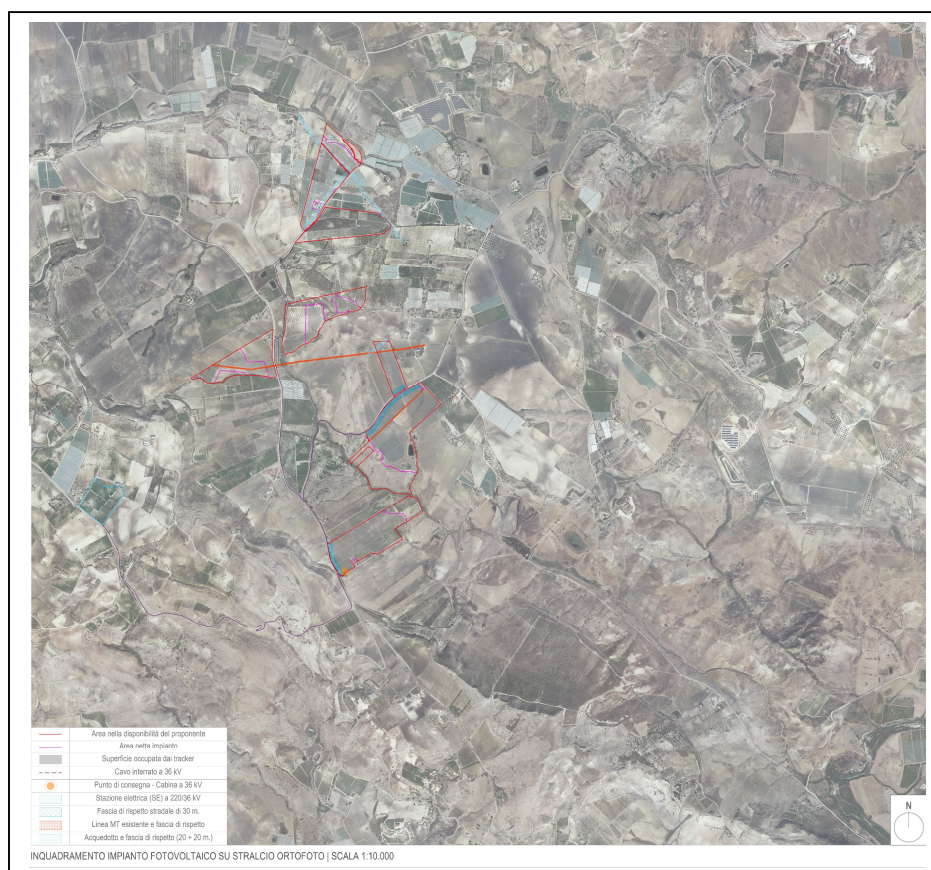

Fig. 2.1 - Inquadramento Geografico
L'area in studio è localizzata nella parte centrale della Sicilia, in particolare l'impianto ricade nel terreno agricolo ubicato in C.da Giovane - Camastrella - Sconfitta nel territorio comunale di Licata (AG) (Fig. 2.1).